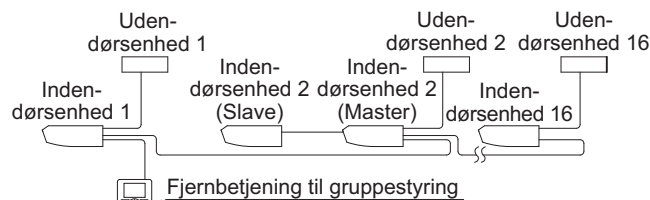

Fig. 34
- Ved anvendelse som parenhed eller som masterenhed ved simultant driftssystem kan man samtidig starte/standse (gruppe) styring på op til 16 enheder med fjernbetjeningen. (Se fig. 34)
- (1) Fjern styreboksens dæksel. (Se "9. TILSLUTNING AF LEDNING OG EKSEMPLER HERPÅ".)
- (2) Før ledningerne på kryds mellem terminalerne (P1, P2) inde i kontrolboksen til fjernbetjeningen. (Ingen polaritet). (Se fig. 34 og tabel 3)